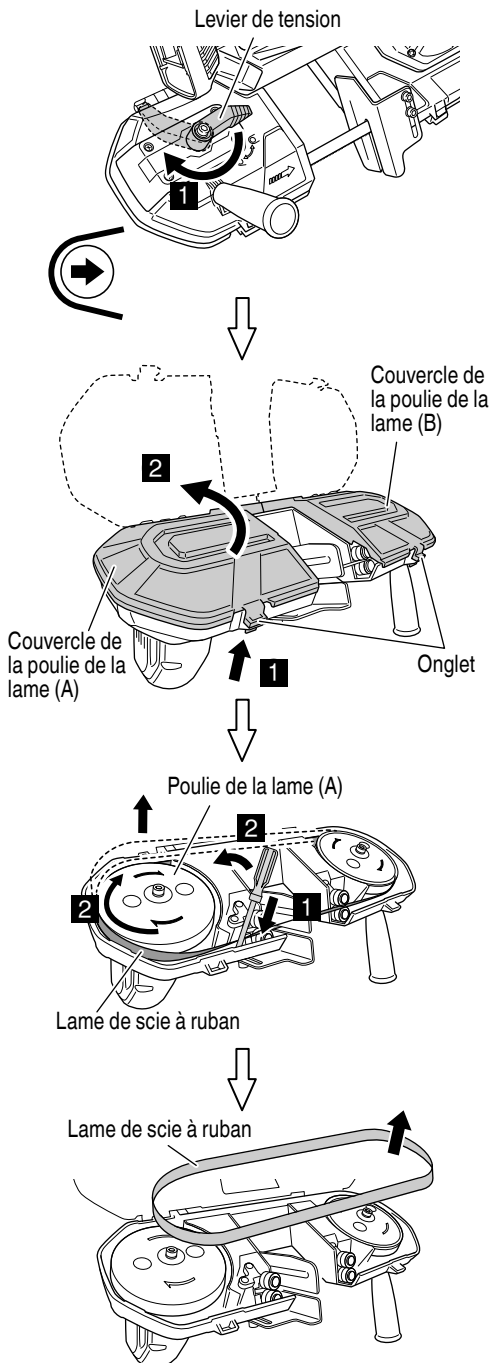

Fig. 12
**Comment retirer (Fig. 12)**
## 1. Remplacement de la lame scie à ruban (Fig. 12, 13)
(Voir Fig. 12 pour le retrait de la lame de scie à ruban)